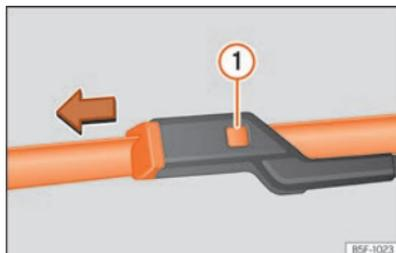

Fig. 160 Cambio de las escobillas del limpiaparabrisas.
- Mantenga presionada la tecla de desbloqueo »»» **fig. 160**  tirando ligeramente de la escobilla en el sentido de la flecha.